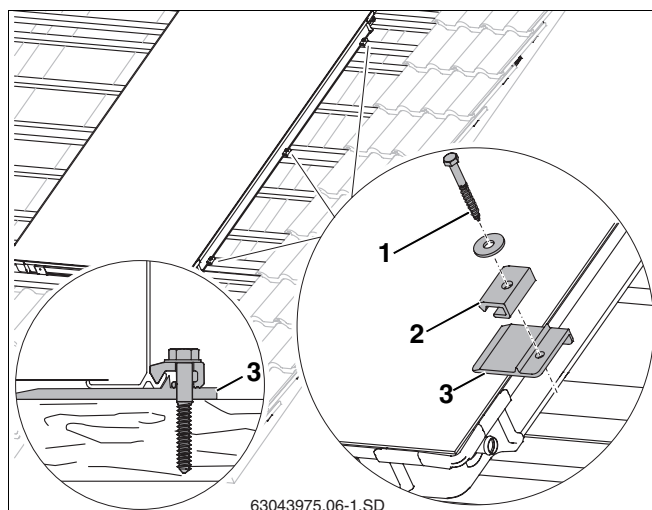

Fig. 25 Colocar o primeiro colector e aparafusá-lo
- ▶ Levantar ligeiramente o colector e empurrar as placas de calço direitas (fig. 25, **item 3**) nas 2ª e 3ª ripas adicionais, bem como no centro do colector sobre uma ripa existente, para baixo do colector, até que a elevação bata contra o bordo do colector.
- ▶ Para o parafuso (fig. 25, **item 1**) é necessário efectuar um furo prévio com uma broca de 4 mm.
- ▶ Fixar os grampos de fixação unilaterais (fig. 25, **item 2**) com parafuso 6 x 40 (fig. 25, **item 1**) e anilha (utilizar uma chave SW 10).